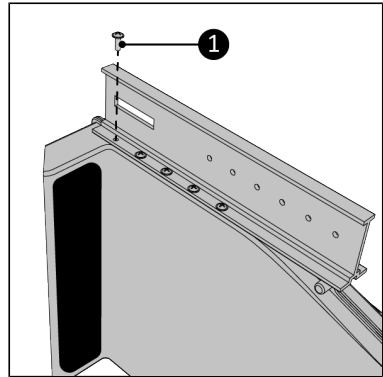

Abbildung 113.
6. Schrauben Sie die Hauptschiene mit den zehn Schrauben 3,5 x 10 mm (Abbildung 113, Pos. 1) am Way-out fest. Stellen Sie sicher, dass alle Schraubenlöcher übereinstimmen.